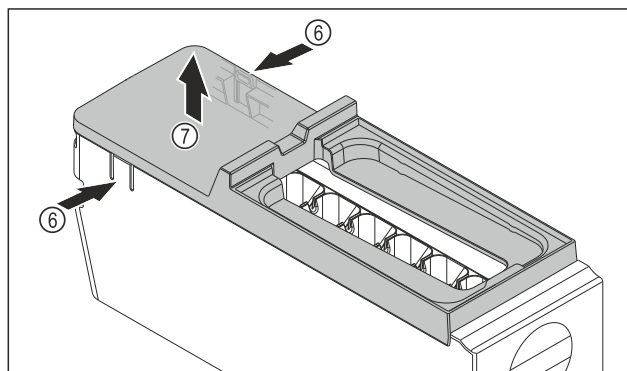

Fig. 243
- Afdekking van de EasyTwist-Ice-corpus wegnemen: Strips Fig. 243 (6) aan beide zijden van de EasyTwist-Ice-corpus met een hand indrukken.
- Afdekking Fig. 243 (7) met de andere hand van bovenaf wegnemen.